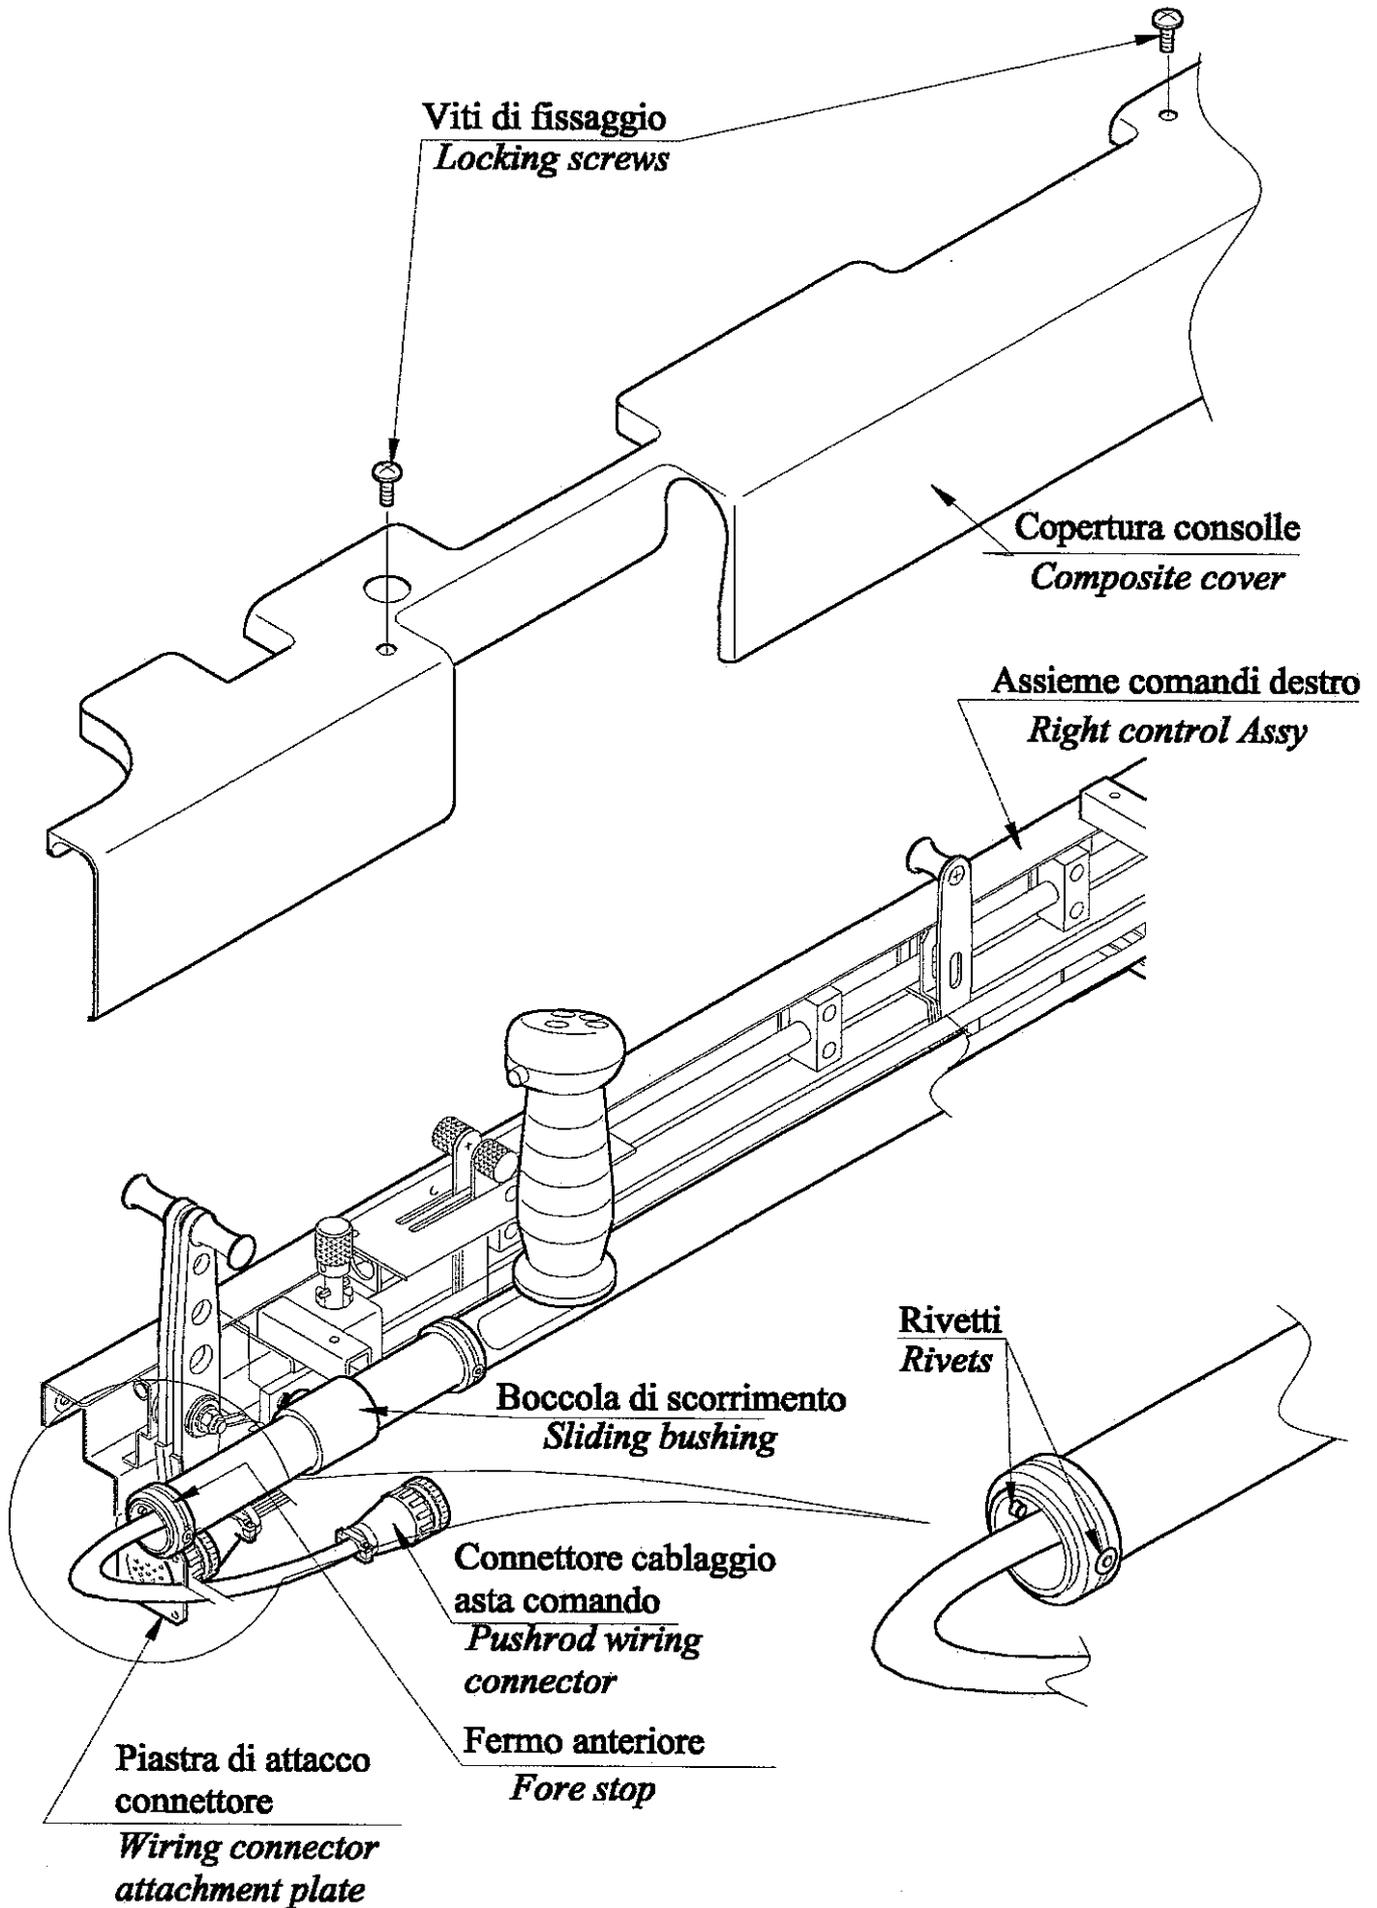

Fig. 1: Fine corsa equilibratore
Sul velivolo Sky Arrow la corsa verso l'alto dell'equilibratore è limitata da un fermo fissato con due rivetti sull'asta di comando rollio-beccheggio, come rappresentato in fig. 1. Questi rivetti, dopo un certo numero di ore di vita operativa, o nel caso in cui l'asta di comando rollio-beccheggio venga usata impropriamente a terra (vedasi a tale proposito la SERVICE LETTER n° 01/99 emessa dalla 3I il 12/07/99 e spedita con il presente S. B.), potrebbero risultare allentati. Per prevenire ciò, si è deciso di migliorare la connessione tra il fermo e l'asta di comando sostituendo i due rivetti con una vite, come descritto nei paragrafi seguenti.
I rivetti in oggetto devono essere sostituiti se risultano allentati o danneggiati oppure se il velivolo ha superato le 100 ore di operazioni. Altrimenti la loro sostituzione può essere effettuata alla successiva ispezione delle 100 ore. L'introduzione di questa miglioria ha inoltre il vantaggio di garantire la completa smontabilità dell'assieme asta di comando, in quanto la boccia di scorrimento (vedi fig. 1) può essere sfilata dall'asta senza dover sostituire rivetti.
*The elevator upward travel is limited on Sky Arrow aircraft by a stop fastened by two rivets on the pitch-roll push rod as described in fig. 1. These rivets, after a certain number of operation hours, or in case of an improper use of the pitch-roll push rod on the ground (see the SERVICE LETTER n° 01/99 issued by 3I on 12/07/99 and mailed with this S. B.), could loosen. In order to prevent this problem the stop connection onto the push rod has been improved by replacing the two rivets with a screw, as described in the following paragraphs.*
*Moreover, this improvement allows a complete push rod assy removability, because the sliding bushing (see fig. 1) can be removed from the rod without detaching any rivet.*
Per sostituire il fermo anteriore della corsa del comando equilibratore munirsi del kit di sostituzione e dell'attrezzatura necessaria (vedi paragrafo 2) ed attenersi alle seguenti istruzioni (facendo riferimento alle figure 1, 2 e 3):
- staccare il connettore del cablaggio dell'asta comando rollio-beccheggio dal connettore da pannello vincolato alla relativa piastra di attacco (vedi fig. 1), ruotando l'apposita ghiera;
*Remove the right composite console cover detaching the two screws displayed in fig. 1.*
*In order to replace the elevator control travel fore stop provide yourself with the replacement kit and with the required tool (see paragraph 2) and perform the following operations (making reference to fig. 1, 2 and 3):*
- *remove the push rod wiring connector from the wall connector fastened to the relevant attachment plate (see fig. 1), by rotating the relevant collar;*